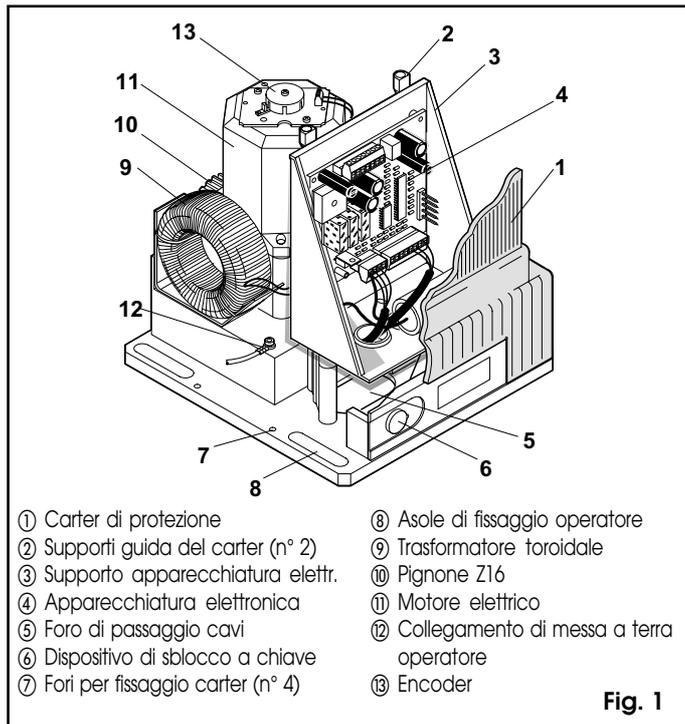

Fig. 1
Durante tale operazione fare passare i cavi elettrici attraverso l'apposito foro (fig. 1-rif.5) presente sulla base del corpo del motoriduttore.
7) Fare passare i cavi elettrici di collegamento attraverso l'apposito foro presente sulla base del supporto dell'apparecchiatura (fig. 1-rif.3) utilizzando il pressacavo in dotazione.
*Importante:* collegare il cavo di terra dell'impianto sulla posizione di fig. 1-rif. 12.